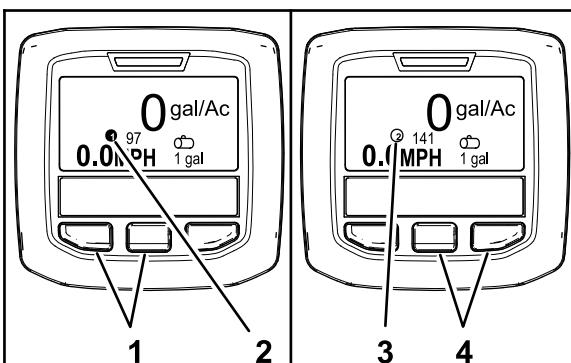

Figura 56
- Per selezionare il volume di applicazione 1, premete i 2 pulsanti di sinistra dell'InfoCenter (Figura 56).
- Per selezionare il volume di applicazione 2 (volume di applicazione), premete i 2 pulsanti di destra (Figura 56).
- Per applicare temporaneamente il potenziamento del volume di applicazione, premete e tenete premuti i 2 pulsanti esterni (Figura 56).